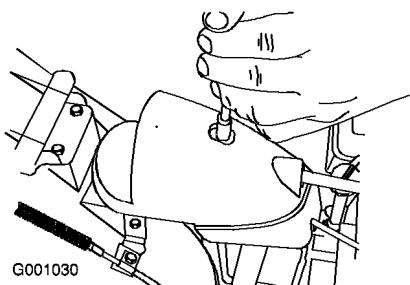

Figura 46
- Togliete l'elemento di fissaggio dal coperchio degli ingranaggi (Figura 46), alzate la parte anteriore del coperchio e spingetela indietro perché non intralci l'operazione.